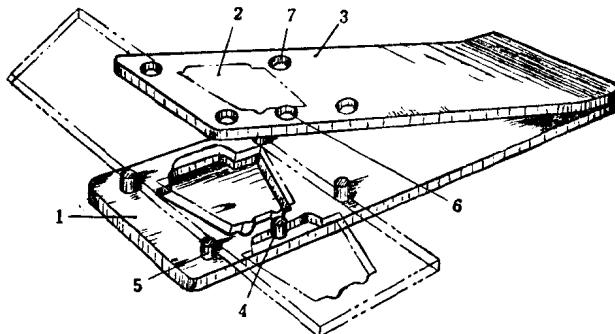

图3 薄板落料模
(1) 单件落料模 如图 3 所示为单件落料模的简单结构图。它是由凹模 1、凸模 2 和凸模固定板 3 所组成。凸模 2 是铆紧或用点焊焊牢在凸模固定板上；在凹模上有压合的挡料销 4 和导正销 5；凹模 1 和凸模固定板 3 的另一端是铆紧或用点焊焊牢在一起的。在凸模固定板上跟挡料销 4 和导正销 5 相对应的部位，都钻有孔 6 和 7，这样在冲压时，就不妨碍凸模冲入凹模。有的冲模不在凹模上装设挡料销和导正销，而只在凸模固定板上开孔。工作时就从这些孔中观看条料的定位情况。